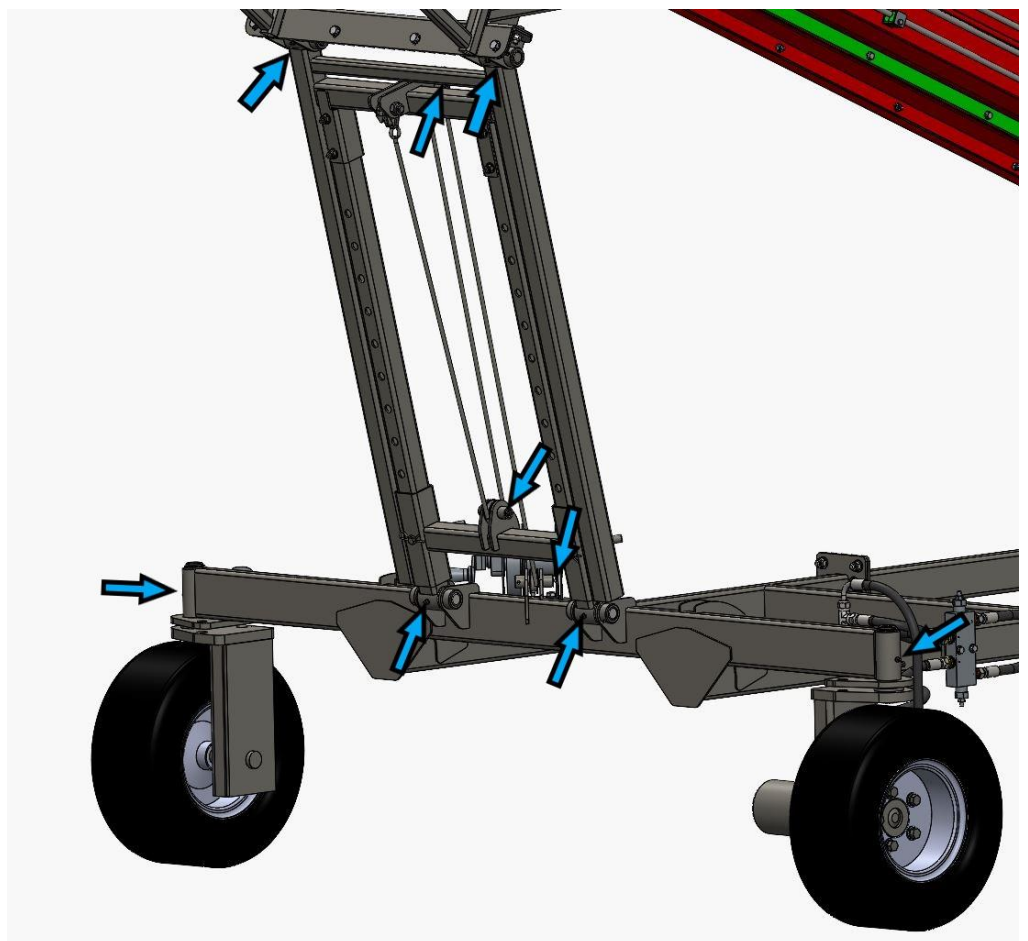

Abb. 11.
- Schmiernippel der Hebevorrichtung (9 St. in Abbildung 11).